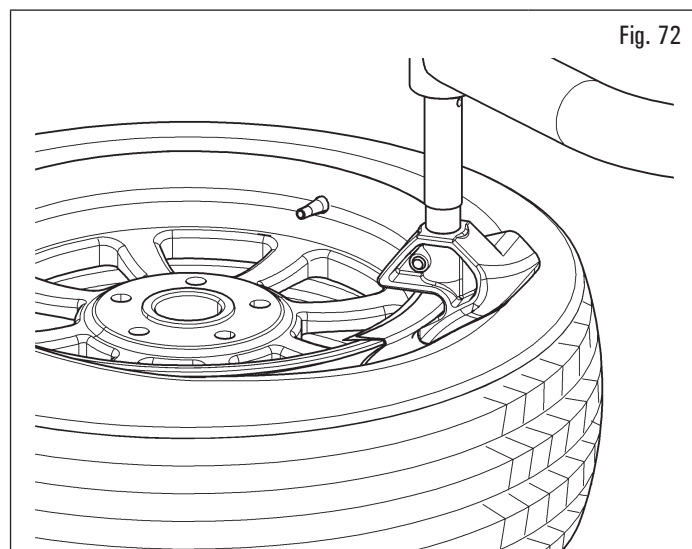
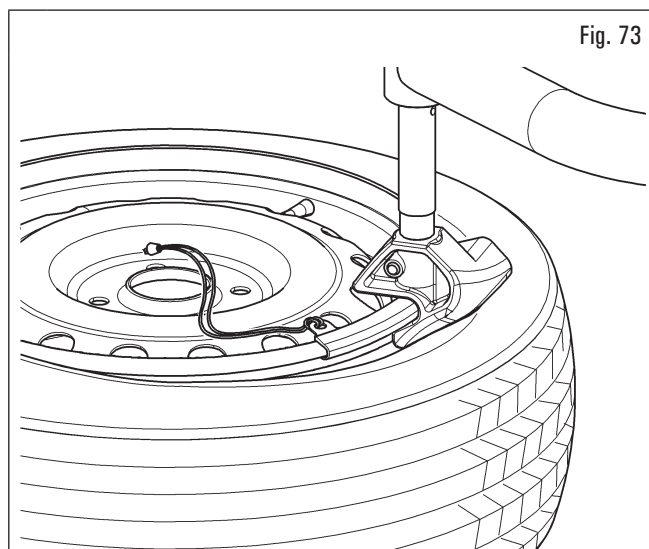

Fig. 72
Fig. 73
11. insérez l'outil cale sur le bord de la jante à l'extrémité droite de la feuille de protection du talon (Fig. 72) ou du protecteur talon (Fig. 73) appliqué sur le bord de la jante ;